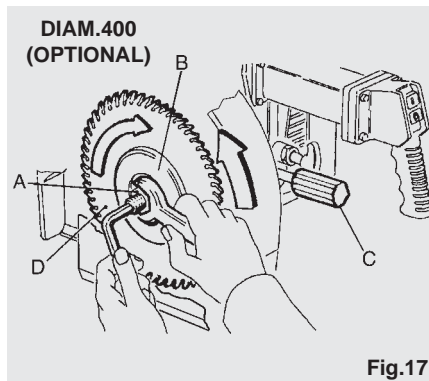

Fig.17
Aprire il carter coprilama, agire sulla maniglia (C) allentare il bloccaggio e portare il carter inferiore all'estremità inferiore bloccandolo in posizione. Con il carter così bloccato avrete lo spazio necessario per il passaggio della flangia blocca lama (B). Per allentare il dado con filettatura sinistrorsa (A) di fig. 17 tenere fermo l'albero motore inserendo una brugola come in fig. 17 ed agire con una chiave aperta in senso orario. Nel compiere questa operazione attenzione a non ferirsi urtando la lama.